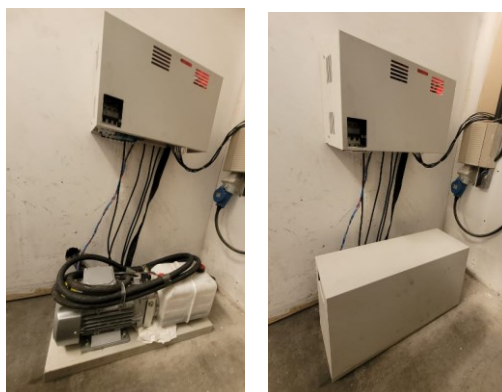

Figura 21: Caixa da unidade hidráulica e quadro de comando
- A caixa da unidade hidráulica pode ser parafusada no piso ou apenas solta sobre o mesmo. Após posicionada enrole as sobras de mangueira hidráulica e acomode dentro dela conforme figura 21.
- A mangueira deve ser conectada à bomba hidráulica, na conexão macho 1/2" que se encontra pré-montada. As sobras de mangueira devem ser organizadas dentro da caixa da UH, quando possível, conforme figura 21.